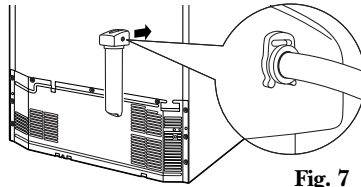

Fig. 7
3. Pull out on tubing to create a gap between the manifold and white collet. Insert the white locking clip between the manifold and white collet (Fig. 7).
3. Tirez le tube vers l'extérieur pour créer une espace entre le collecteur et la bague de serrage blanche. Insérez la bride de verrouillage blanche entre le collecteur et la bague de serrage blanche (Fig. 7).
3. Tire hacia afuera en la tubería para crear una brecha entre el colector y la boquilla blanca. Inserte el gancho blanco de bloqueo entre el colector y la boquilla blanca (Fig. 7).